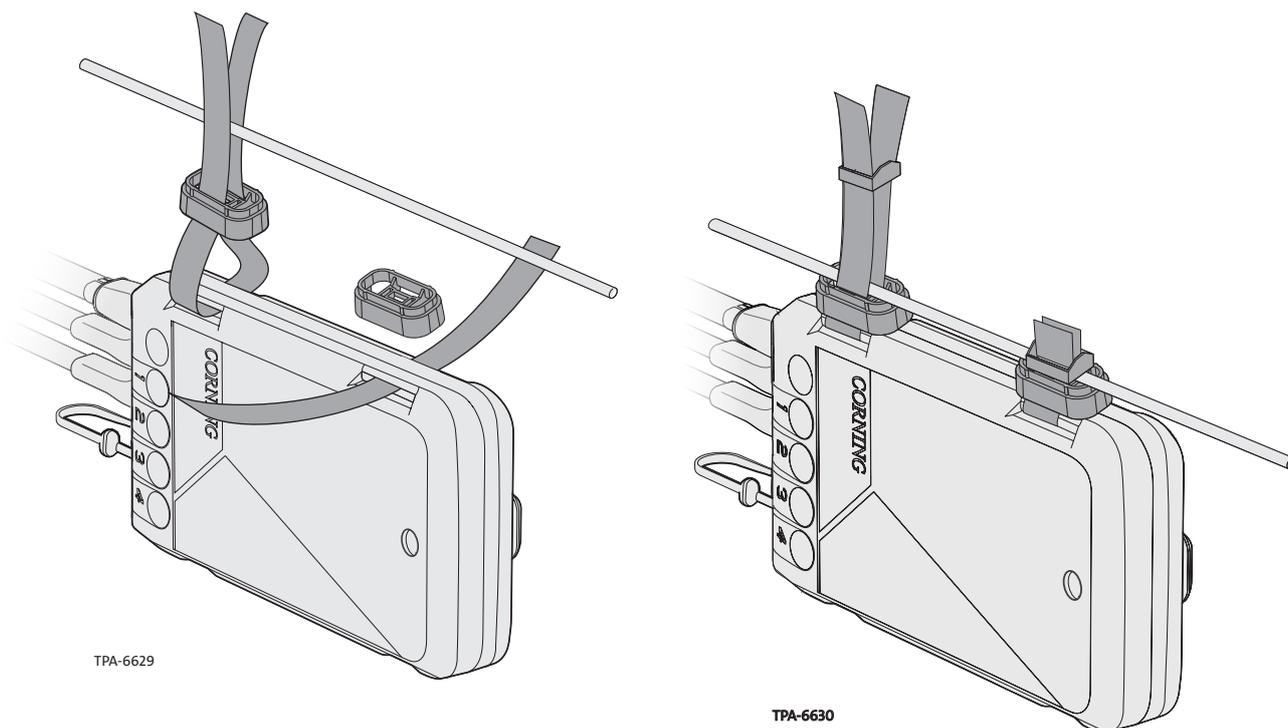

Figure 4
Étape 1 : sangles dans l'écarteur et dans les encoches sur le terminal. Avec le toron entre les sangles, insérer la tête de blocage sur la sangle et serrer au toron (Figure 4).